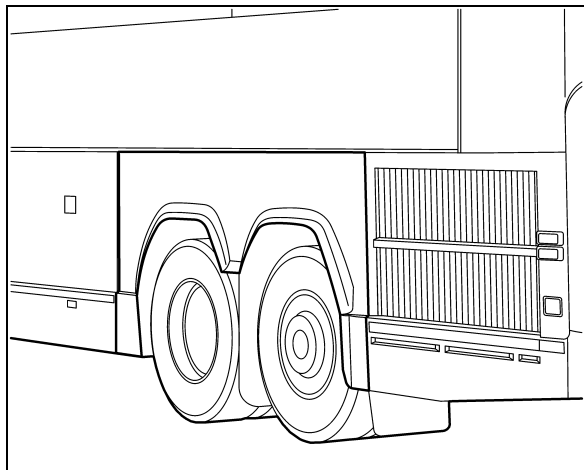

FIGURE 19 : AILE ARRIÈRE GAUCHE
3. Mettre le commutateur de démarrage à la position HORS CHAMP (arrêt) (Figure 19).